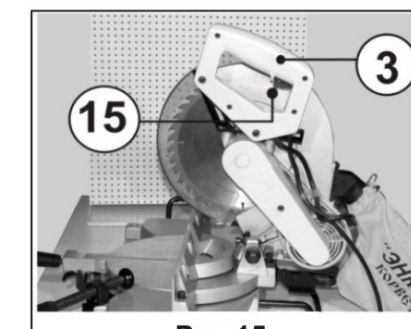

Рис.15
На Рис. 15 показаны курковый выключатель (15) и рукоятка (3) в верхнем положении, которое оптимально при работе пилы на низких основаниях.